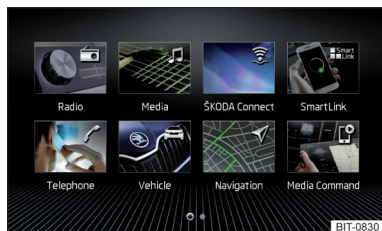
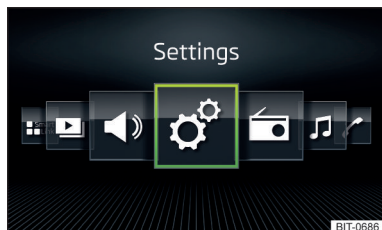

Fig. 141
Fig. 142
- › Select the Grid » Fig. 141 or Horizont. display » Fig. 142 option.